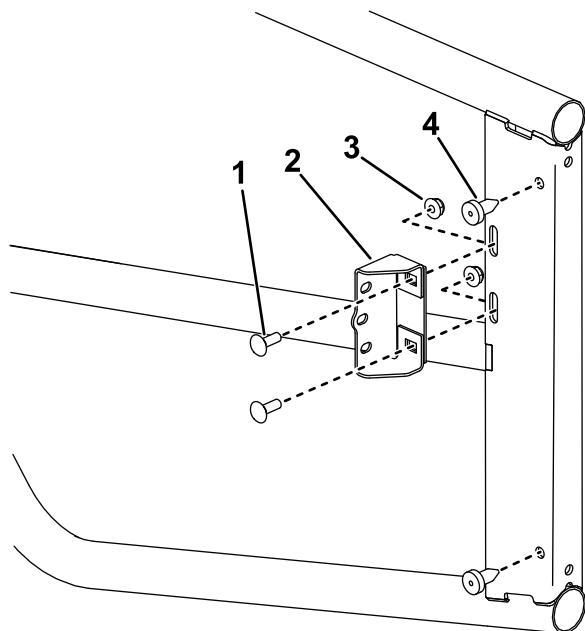

Figure 5
- Insérez 2 butées en caoutchouc à l'intérieur de la porte assemblée (Figure 5).
- Montez les supports du verrou de porte sur la porte (Figure 5).